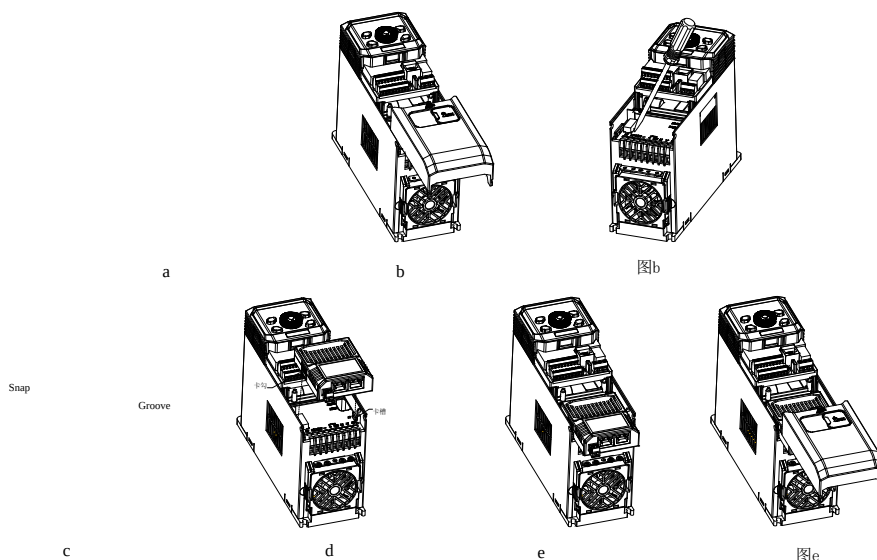

Fig. 2-4 Poziția 2 - Pașii de instalare a opțiunii de comunicare/opțiunii IO
- (1) Când unitatea este oprită, apăsați partea granulatată de pe partea mijlocie-superioară a capacului inferior, glisați-o ferm în jos pentru a ridica capacul, așa cum se arată în Fig. 2-4 a.
- (2) Folosiți o șurubelniță dreaptă pentru a deschide capacul antipraf, așa cum se arată în Fig. 2-4 b.
- (3) Instalați opțiunea PN: țineți cutia de expansiune (o placă de magistrală în interior) în sus (indicatoarele sus), apoi aliniați cutia de expansiune cu interfața magistralei electrice din poziția 2 și apăsați în jos pe orizontală pentru a fixa prinderea cu arc a cutiei de extensie în canelura din partea inferioară a unității, așa cum se arată în Fig. 2-4 c și d.
- (4) Placa de magistrală este instalată cu succes, așa cum se arată în Fig. 2-4 e.